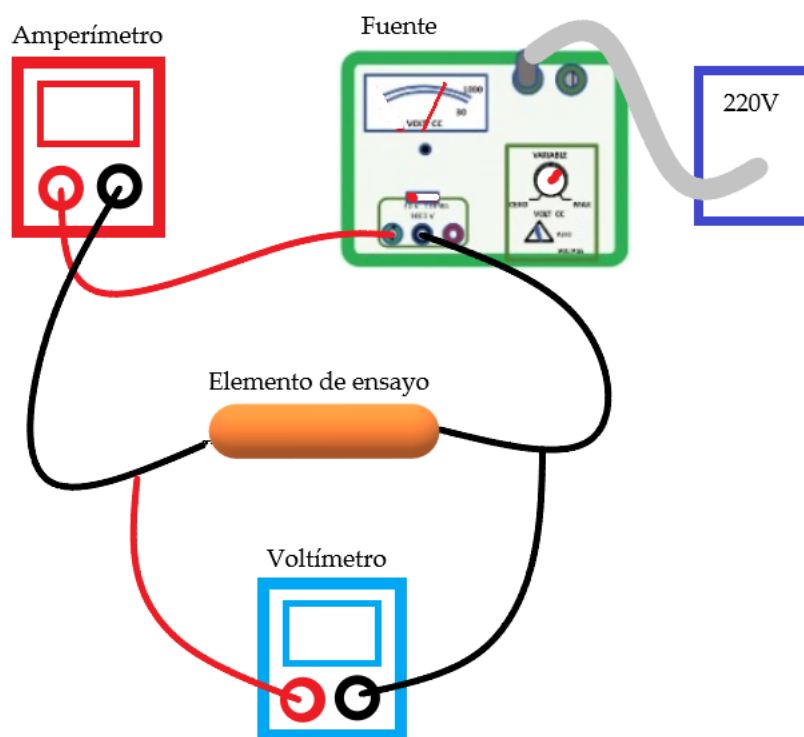

Figura 11: Conexiones de los elementos del circuito
1. Reconocer los elementos dispuestos en el dispositivo de trabajo y completar las conexiones conforme al diagrama circuital mostrado (figura 11). La fuente permite trabajar con tensiones variables de 0 a 30V.